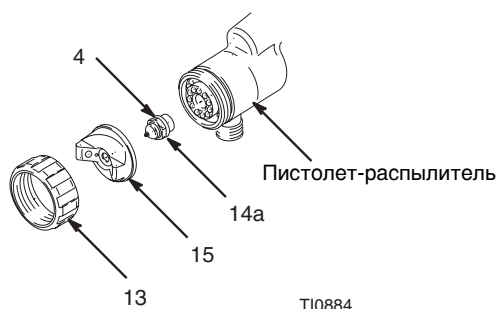

Рис. 17
- 2 Снимите стопорное кольцо воздушного наконечника (13), наконечник (15), распылитель (14a) и уплотнительное кольцо (4). Рис. 17.
- 3 Включите пистолет во время отворачивания распылителя жидкости рукой (14a). Рис. 17.